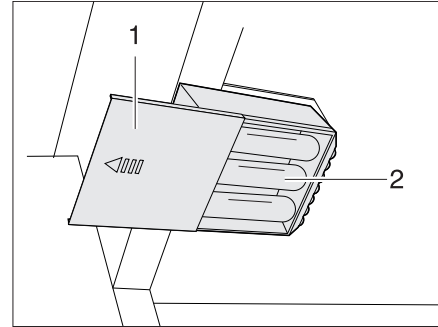

Fig. 175 Eclairage de la penderie avec DEL, compartiment à piles ouvert
- Retirer les piles (Fig. 175,2) du support de piles.
- Mettre en place de nouvelles piles de même type en veillant à la polarité correcte (+/-) (Fig. 175,2).
- Repousser le couvercle (Fig. 175,1) en place.